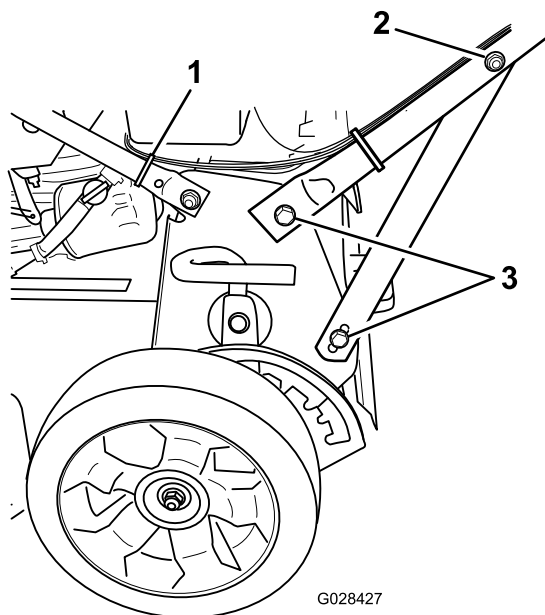

Figure 4
4. Serrez les fixations qui soutiennent le guidon des deux côtés de la machine, comme montré à la Figure 4.
2. Écrou sur support de guidon (2)
3. Boulon (4)
5. Utilisez un serre-câble pour attacher les câbles à la partie inférieure du guidon, à l'emplacement indiqué à la Figure 4 et coupez ce qui dépasse du serre-câble.